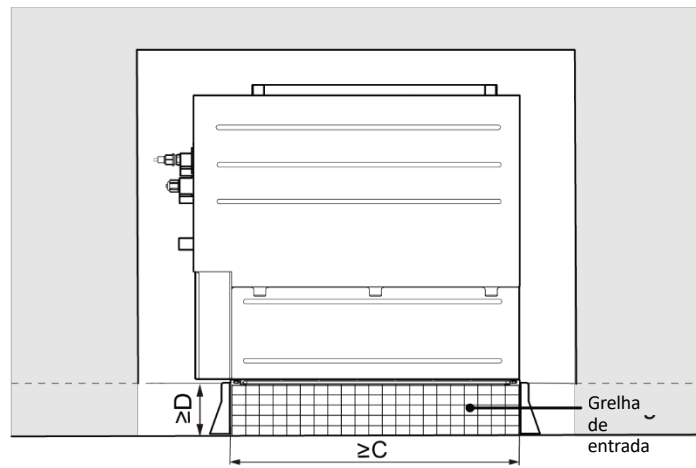

Fig. 3.2.2
- 7 Os requisitos de instalação da grelha de entrada de ar são os indicados na Fig. 3.2.2.